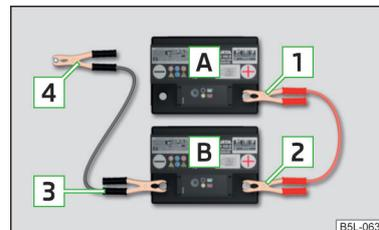

Fig. 249
- > Fixez la borne **1** sur le pôle positif de la batterie déchargée **A** » fig. 249.